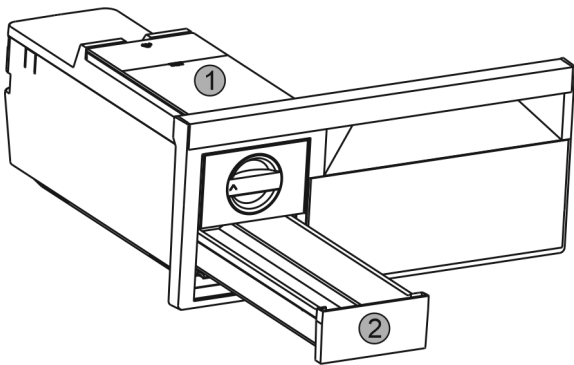

Fig. 27
- ▶ Зняти бак для води Fig. 27 (1) та висувний ящик для виробництва кубиків льоду Fig. 27 (2).